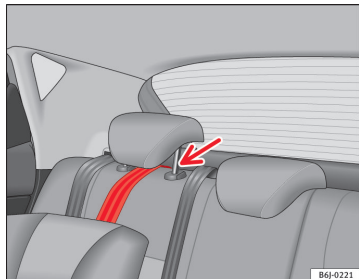

Fig. 34 Sangle de fixation : pose et dépose correcte
- Dirigez la sangle de fixation du Top Tether sous l'appuie-tête arrière → fig. 34 (soulevez l'appuie-tête si nécessaire).